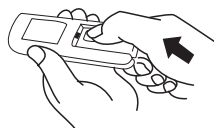

Fig.5
- (3) Vuelva a colocar la tapa del compartimento de las baterías Fig.5.